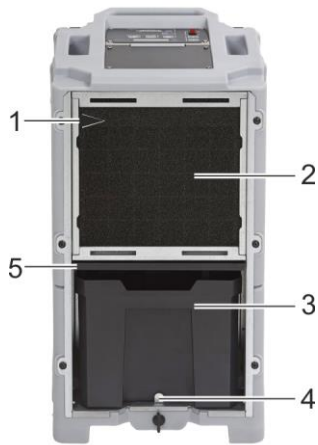

Abb. 2: Luftentfeuchter Serie AD 740 (Rückansicht)
Der Wasserauffangbehälter befindet sich im Luftentfeuchter (Abb. 2, Pos. 4). Der Füllstand des Wasserauffangbehälters wird über einen Schwimmer gemessen und der Luftentfeuchter ausgeschaltet, wenn der Behälter voll ist.
1. Lösen Sie die Verriegelung des Wasserauffangbehälters an der Eimerverriegelung (Abb. 2, Pos. 4 auf Seite 10).
4. Befestigen Sie den Kondensatablaufschauch am Kondensatablaufstutzen (Abb. 2, Pos. 6) und sichern Sie ihn mit einer Schlauchschelle.